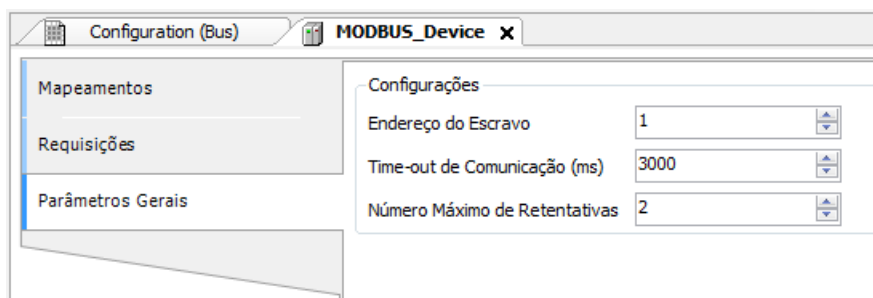

Figura 44: Tela de Configurações dos Parâmetros Gerais do Dispositivo
- Adicionar e configurar dispositivos através da aba Parâmetros Gerais, definindo endereço do escravo, time-out de comunicação e número de tentativas de comunicação como pode ser visto na Figura 44.